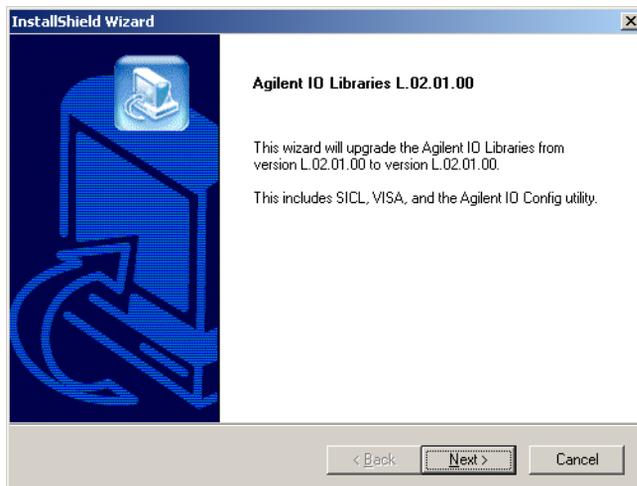

Figura 25 Asistente para instalación de las librerías I/O de Agilent rev. L.02.01.00
- 1 Ir al Explorador de Windows e iniciar **iolibs.exe**. Seguir las instrucciones (consultar la Figura 25). Con esto se instalará la Librería de Control de la Interfase Estándar (SICL) en el ordenador, se actualizará el registro y se añadirá un nuevo grupo de programas denominado “Agilent I_O Libraries”.
- 2 Cuando aparezca la pantalla de título (consultar la Figura 25), pulsar **Next** para mostrar el cuadro de diálogo del acuerdo de licencia y pulsar **Yes** para aceptar el acuerdo.